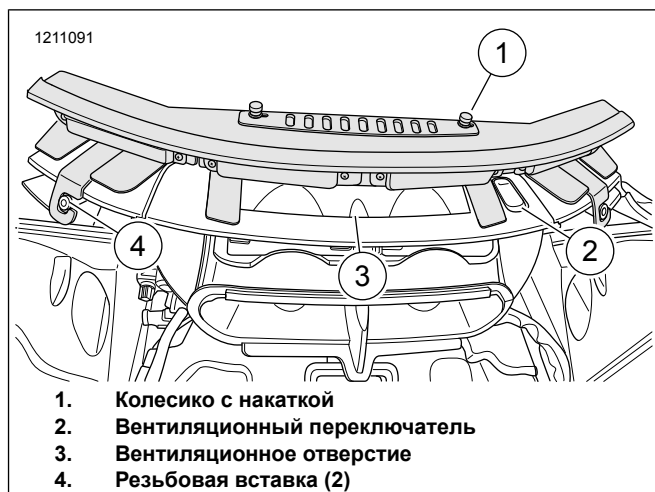

Рисунок 6. Положение элемента освещения
- См. рис. 6. Убедитесь, что вентиляционный переключатель (2) находится в разомкнутом положении.
- Расположите элемент освещения над вентиляционным каналом (3) колесиками с накаткой (1) вверх.
- Выровняйте левый и правый монтажные кронштейны над резьбовой вставкой (4).